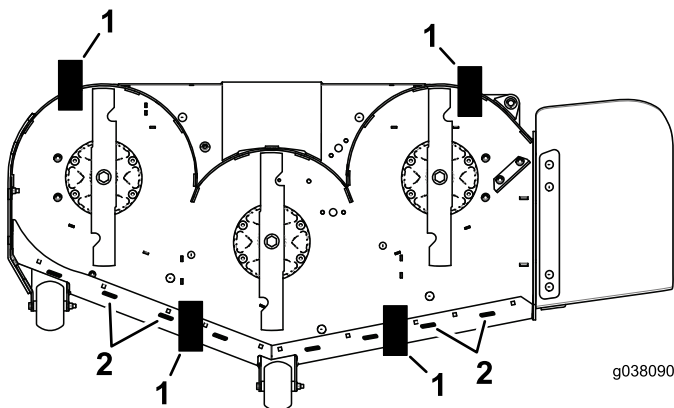

Figura 83
9. Posizionate 2 blocchi (vedi tabella sotto) sotto il bordo posteriore della falda del piatto di taglio; 1 su ciascun lato del piatto di taglio (Figura 83).